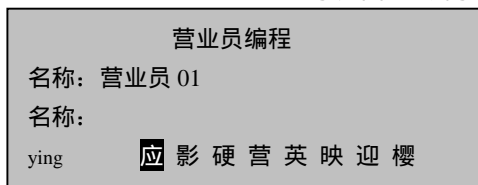

图 3-2
2) 输入“Y”+“I”+“N”+“G”，显示如图 3-2 所示；